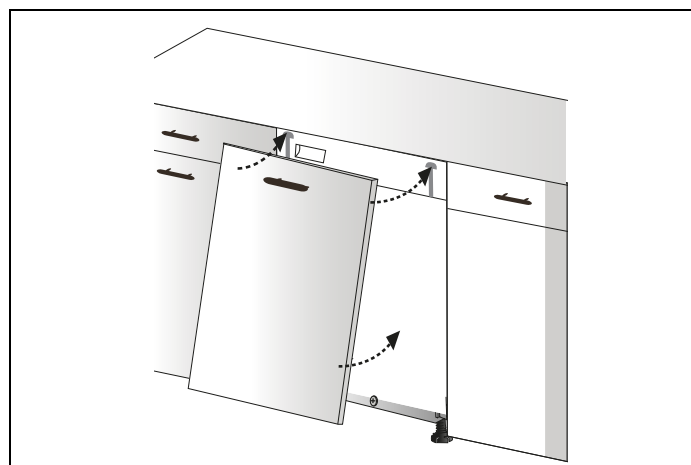

Fig. 29
- 7) Los plásticos de montaje situados en la puerta de madera están equipados con el lavavajillas correspondiente a las descargas situadas en el panel de control y se montan como se muestra en la Fig. 29 .